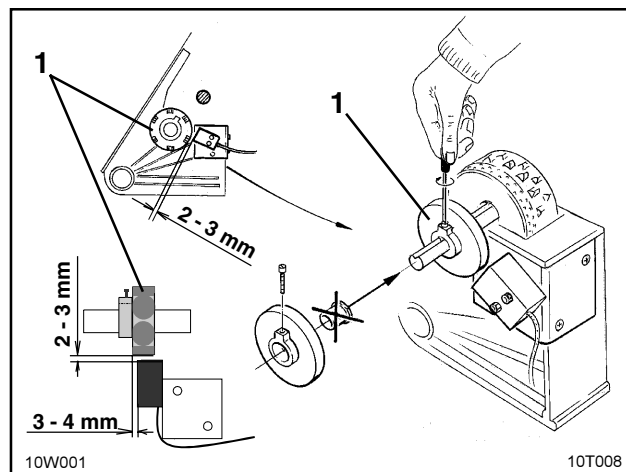

Fig. 10.2
- ☐ Magnethalter (Fig. 10.2/1) mit 6 Magneten auf der Säwelle befestigen.